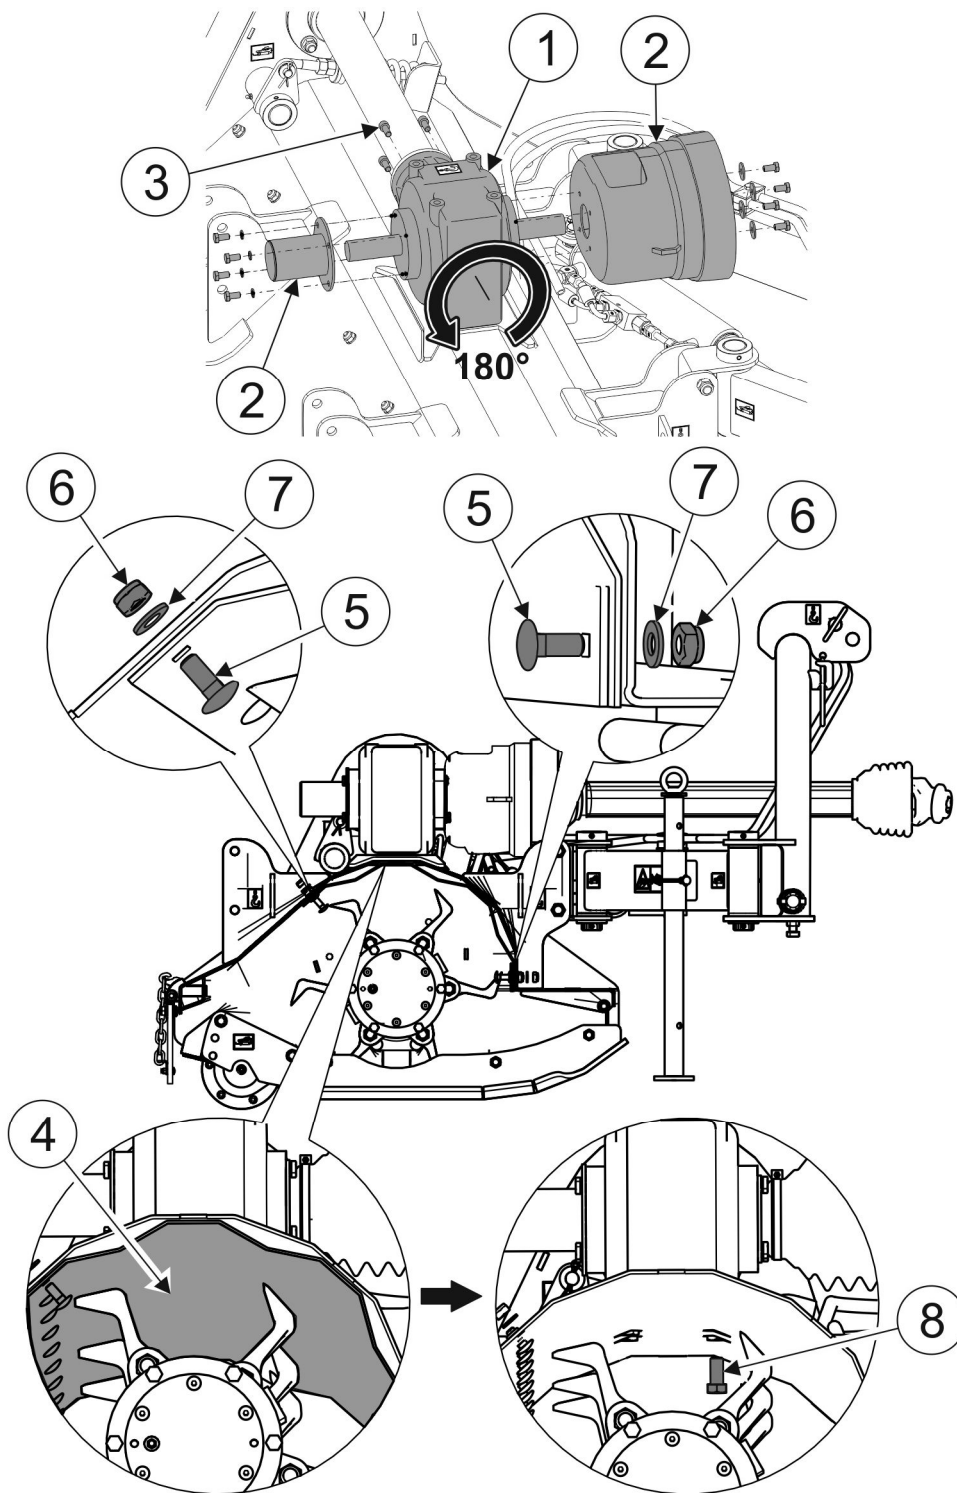

РИСУНОК 4.2 Демонтаж угловой передачи.
В случае ненадлежащих оборотов необходимо демонтировать и повернуть угловую передачу (1) (РИСУНОК 4.2) на 180° так, чтобы передача передавала обороты с карданного вала на ременную передачу в надлежащем направлении.